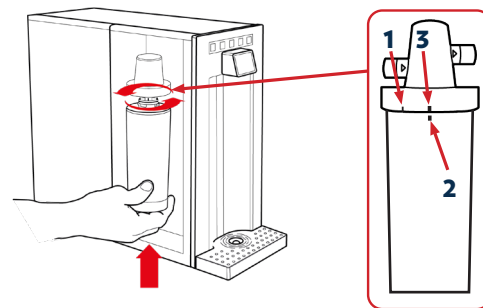

Fig. 3-29
39.3 – Prendere il filtro nuovo dopo averne rimosso la pellicola e il tappo protettivo, posizionarlo nella sede di aggancio allineando il marcatore **2** del filtro alla posizione di inserimento **1**, ruotare il filtro da sinistra verso destra fino a raggiungere il finecorsa **3**. Il marcatore sul filtro **2** dovrebbe ora essere in linea con il finecorsa **3** sulla testata del filtro, vedi Fig. 3-29.